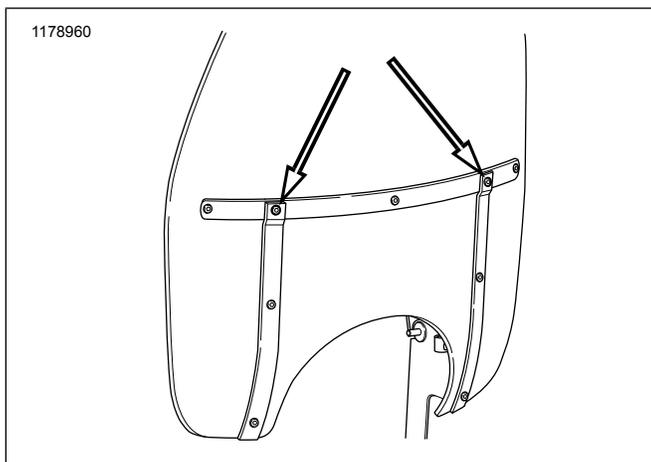

Figura 1. Tornillos centrales
2. Consulte la Figura 1. Ubique los tornillos del soporte central en el parabrisas.